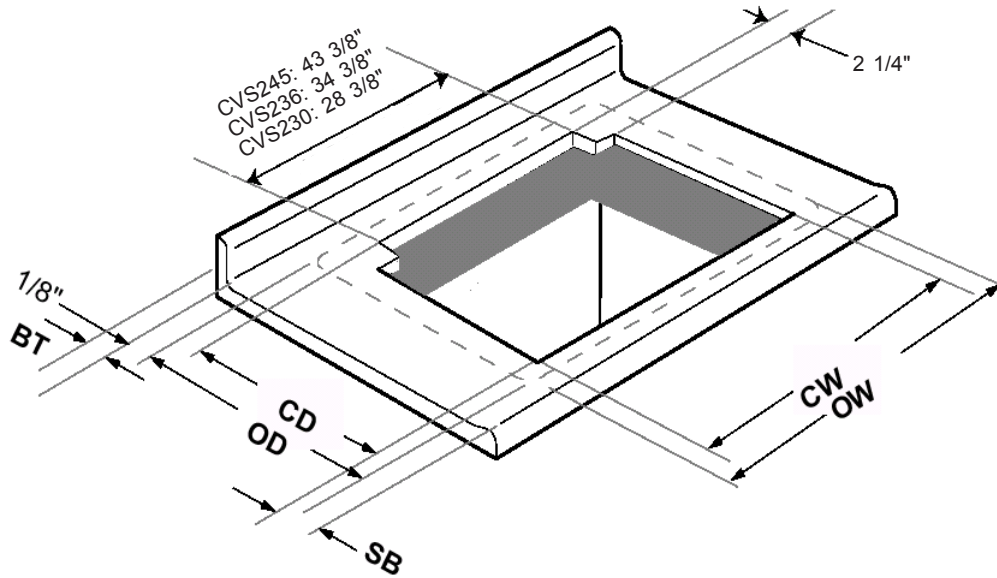

Figura 8
B. INSTALACIÓN CON PARRILLA DE OTRA MARCA (Figura 8)
Ver la Figura 8 para anchos del recorte UCV y las definiciones de las dimensiones.
6. Cortar la cubierta utilizando dimensiones: CD, CW y SB como se definen en la Figura 8.